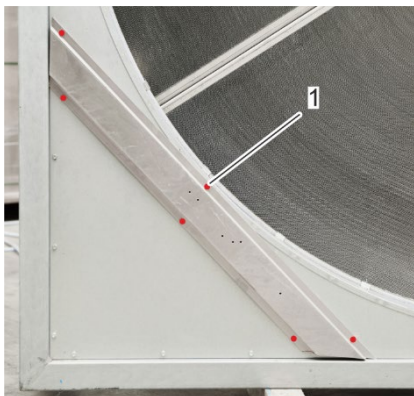

Abbildung 24: Querträger Bohrlöcher
2. Schrauben Sie den Querträger (Abbildung 23/2) mit selbstschneidenden Schrauben (/Abbildung 23/1) an das Gehäuse des Rotationswärmetauschers (Abbildung 23/3). Benutzen Sie alle sechs Bohrungen (Abbildung 24/1).